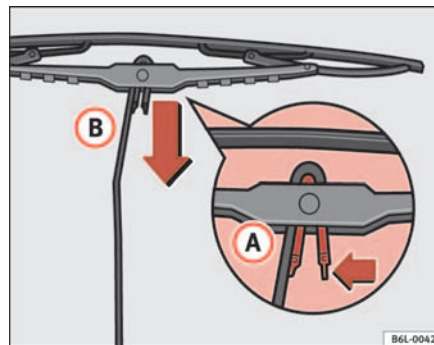

Fig. 127 Cambio de la escobilla del limpialuneta
- Oprima el resorte de seguridad en el sentido de la flecha **A** ⇒ fig. 127.